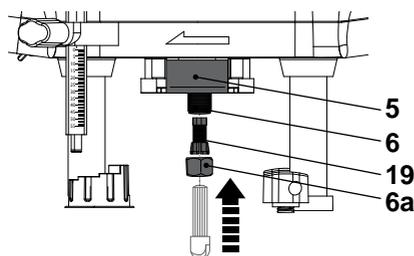

Fig. 4
- > Vérifiez que la pince de serrage [19] installée convient à la fraise désirée, si ce n'est pas le cas, retirez l'écrou de verrouillage [6a] et la pince de serrage [19] de la broche [6]. Installez une pince de serrage [19] appropriée et remontez l'écrou de verrouillage [6a] (Fig. 4).
- > Introduire une fraise dans la pince de serrage [19] au moins jusqu'à la marque «K» sur la tige (lorsqu'elle existe), ou bien jusqu'à 20 mm à l'intérieur de la pince de serrage [19] (Fig. 4).